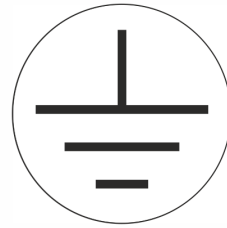

Figure 2.17 : Symbole du conducteur de protection
5. Connectez les trois conducteurs de réseau (L1, L2, L3) et le conducteur de protection à la plaque à bornes avec les repères correspondants. Le conducteur de protection est signalé par le symbole représenté sur la figure 2.17.